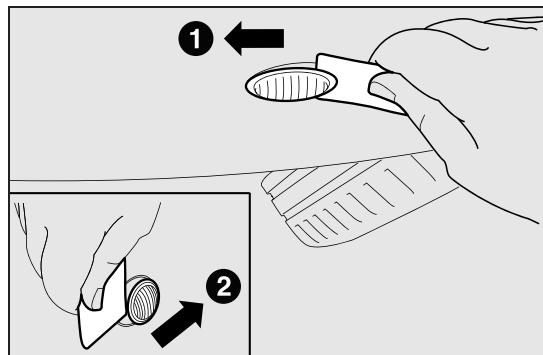

fig. 112
- ☐ druk op het lampenglas door eerst het voorste deel naar het achterste deel (1 fig. 112) te bewegen;
- ☐ druk daarna in de andere richting op het achterste deel (2 - fig. 112) en verwijder de unit B;